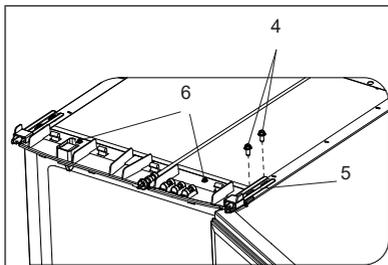

Рисунок 5
2. Торцовым ключом на 8 выкрутите болты 4 верхней петли 5 (см. рис. 5). Для модели Бирюса 154 необходимо еще торцовым ключом на 7 ослабить винты 6 передней панели (аналогично рис. 5).
2. Торцовым ключом на 8 выкрутите болты 3 верхней петли 4 (аналогично рис. 5). Снимите петлю 4, при этом придерживая дверь.